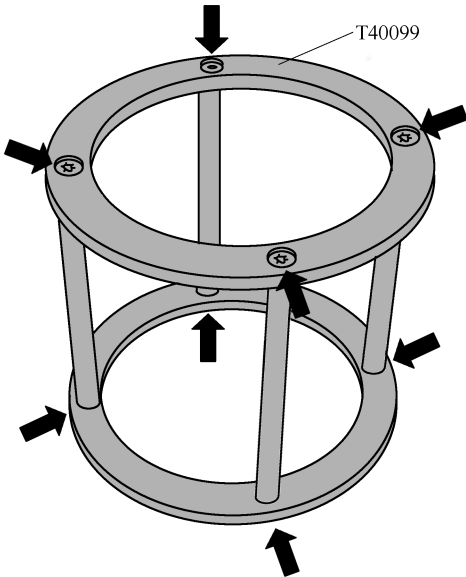

图 2-2-26 检查压力台架 T40099 的 8 个螺栓
(2) 如图 2-2-26 中箭头所示，检查压力台架 T40099 的 8 个螺栓。螺栓必须用 $25\text{N} \cdot \text{m}$ 的力矩拧入。